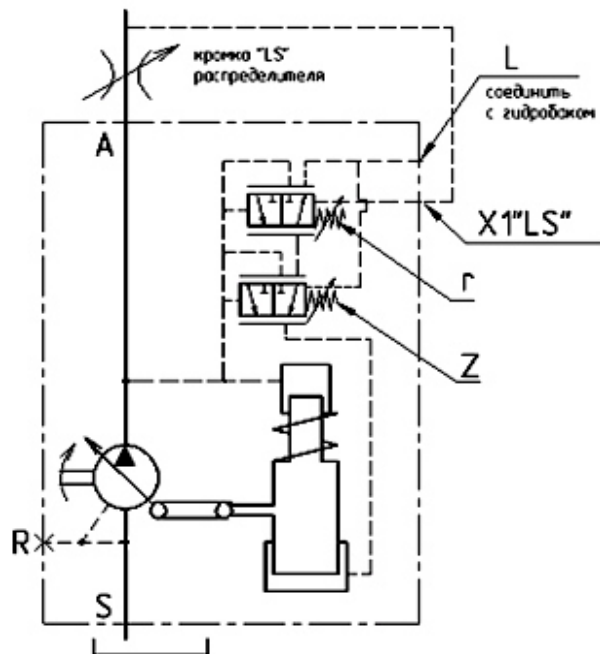

Рис. 28 – Гидравлическая схема насосов с клапаном постоянного перепада давления (далее клапан **LS**) и клапаном отсечки по давлению.
- поддерживаемое давление **P** и максимальная потребляемая мощность **N_{пmax}**, при необходимости, могут быть изменены регулировкой винта **Z** (рис. 28).